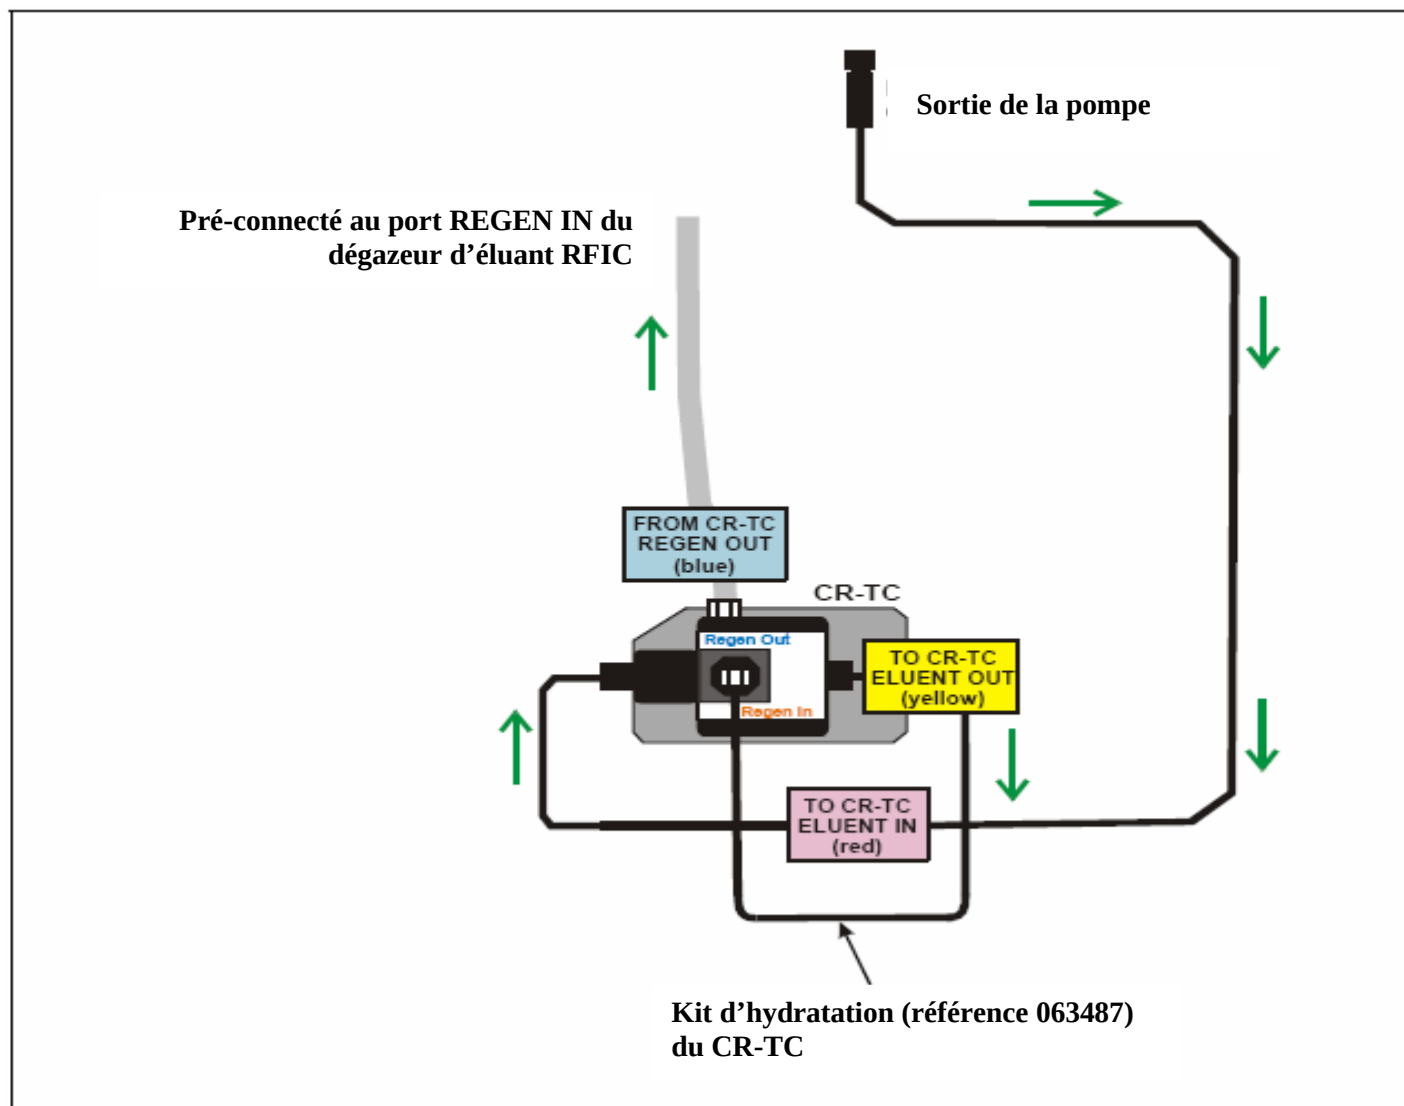

Figure 9.14. Schéma fluide du CR-TC pendant l'hydratation.
Toujours hydrater un nouveau CR-TC avant de démarrer. Ceci nécessite de pomper de l'eau désionisée ASTM type I (18 mégohm-cm) filtrée à travers le CR-TC pendant 10 minutes, en court-circuitant les colonnes analytiques et le suppresseur. La figure 9.14 illustre le schéma de montage fluide du suppresseur pour l'hydratation.
2. Connecter le tube de sortie de pompe au port **ELUENT IN** du nouveau CR-TC (voir figure 9.14). Connecter le tube **REGEN IN** du dégazeur d'éluant RFIC au port **ELUENT OUT** du CR-TC.